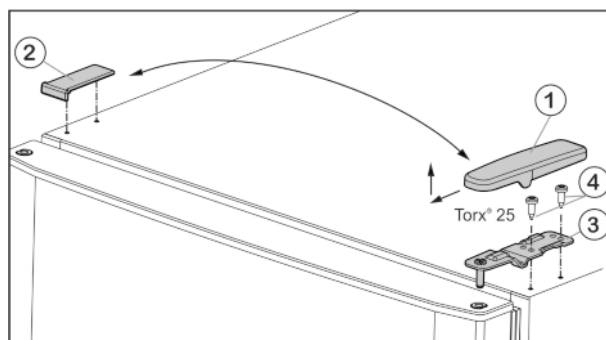

Fig. 5
- ▶ Estrarre la copertura Fig. 5 (1) tirandola in avanti e verso l'alto.
- ▶ Staccare la copertura Fig. 5 (2).
- ▶ Svitare il blocco di supporto superiore Fig. 5 (3) (2 x Torx® 25) Fig. 5 (4) ed estrarre tirando verso l'alto.
- Inserire il blocco di supporto superiore Fig. 5 (3) sul nuovo lato della cerniera nella porta.
- Avvitare il cuscinetto di supporto superiore **saldamente (con 4 Nm)** (2 giri con chiave Torx® 25) Fig. 5 (4). Eventualmente utilizzare un avvitatore a batteria.
- Applicare il coperchio Fig. 5 (1) sul lato opposto dall'esterno e bloccarlo.
- Applicare il coperchio Fig. 5 (2) sul lato opposto dall'alto e bloccarlo.